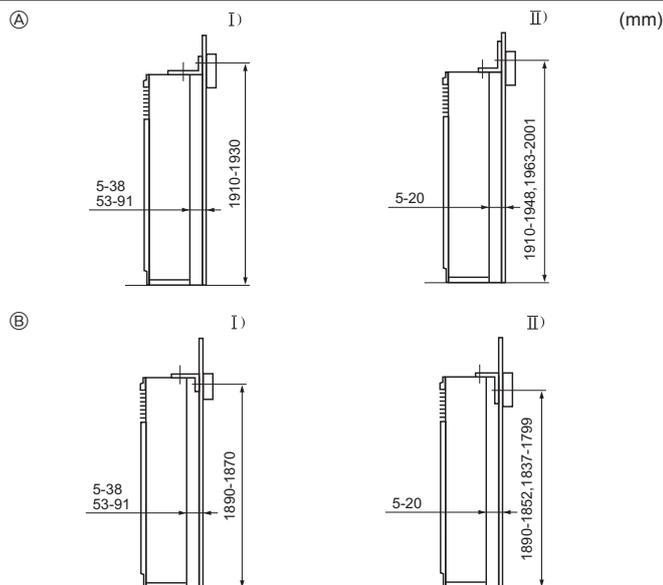

Fig. 3-3
- ① Γωνιακό λαμάκι στήριξης
Το γωνιακό λαμάκι στήριξης ① τοποθετείται στην άνω επιφάνεια της μονάδας. Βγάλτε τις λαμαρινόβιδες ② και στη συνέχεια επανατοποθετήστε το λαμάκι όπως φαίνεται στην εικόνα. Για τις κατάλληλες αποστάσεις τοποθέτησης, δείτε στη Fig. 3-3.
3.3. Τοποθέτηση του γωνιακού λαμακιού στήριξης (Fig. 3-3)